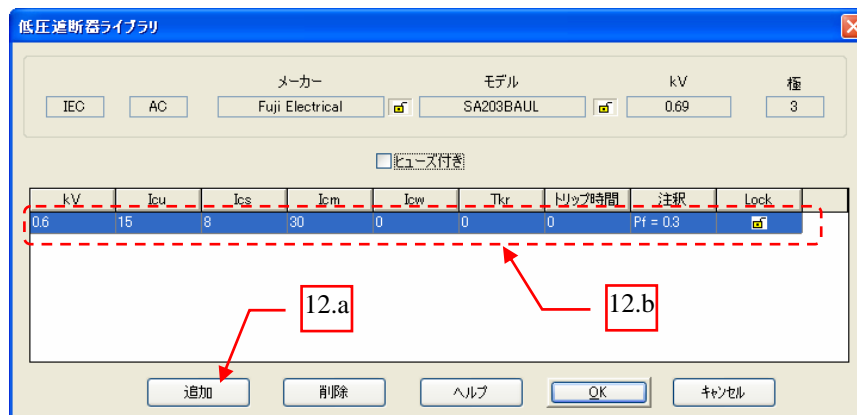

図 11
12. 再び表 1 の情報に基づき(1ページ参照)、“低圧遮断器ライブラリ” ダイアログボックスに以下の通り入力します。 図 11 参照